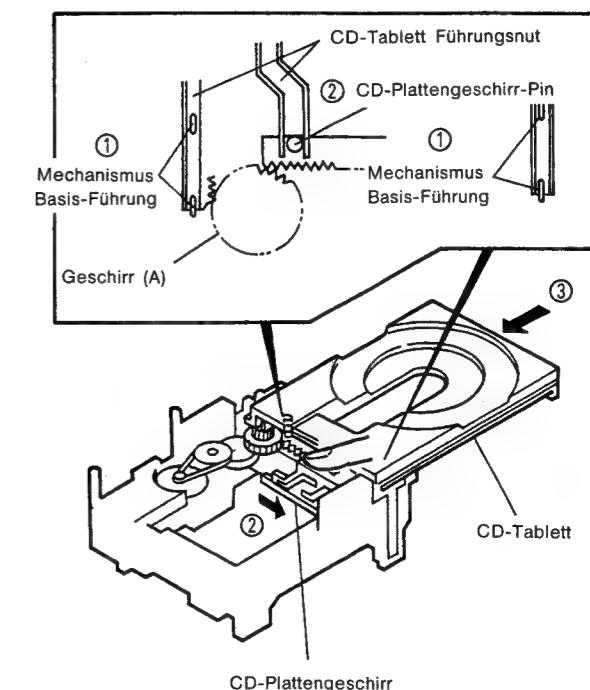

Abb. 4
2. Einbau des CD-Tabletts (Abb. 4)
- ① Legen Sie das CD-Tablett so ein, daß die Führungen in der Mechanismus in die Führungsnuß auf jeder Seite des C Tablette passen.
② Ziehen Sie das CD-Plattengeschirr in die Richtung des Pfeils so daß der Pin in dem CD-Plattengeschirr in der Führungsnuß des CD-Tabletts liegt.
③ Legen Sie das CD-Tablett in die Richtung des Pfeils ein.